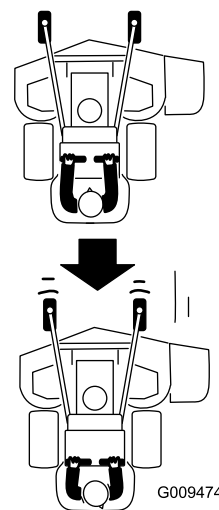

Figura 21
2. Puxe lentamente as alavancas de controlo de movimento para trás (Figura 21).